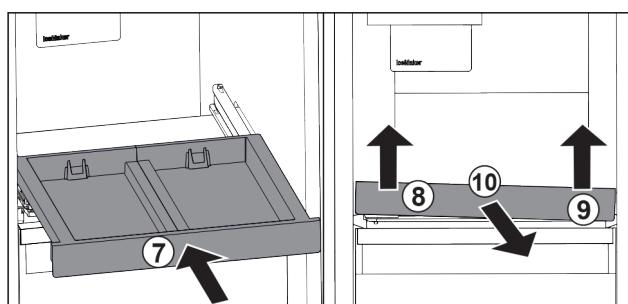

Fig. 91
- Zasuňte vyťahovaciu poličku. Fig. 91 (7)
- Nadvhnite vyťahovaciu poličku vpred uľavo. Fig. 91 (8)
- Nadvhnite vyťahovaciu poličku vpred uľavo. Fig. 91 (9)
- Odoberte vyťahovaciu poličku dopredu. Fig. 91 (10)